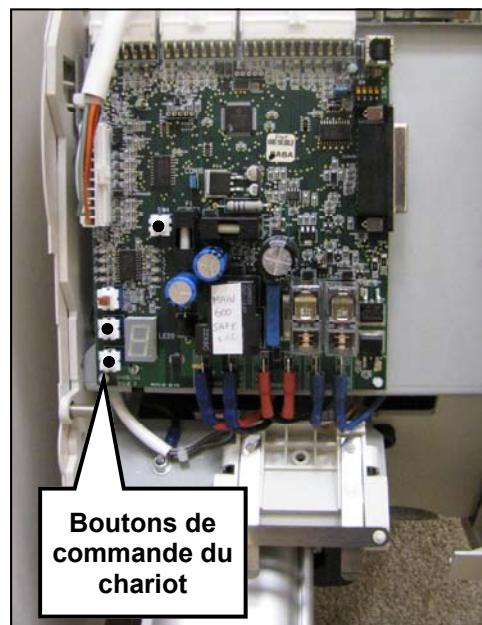

Figure 2
- À l'aide d'un outil approprié (par ex. tournevis de 100 mm minimum), soulever délicatement le bras de commande du régulateur de survitesse tout en déplaçant le monte-escalier vers le bas **au moyen des commandes de direction montées sur l'ECU** (Fig. 2), jusqu'à ce que le contacteur du régulateur de survitesse coupe le monte-escalier.